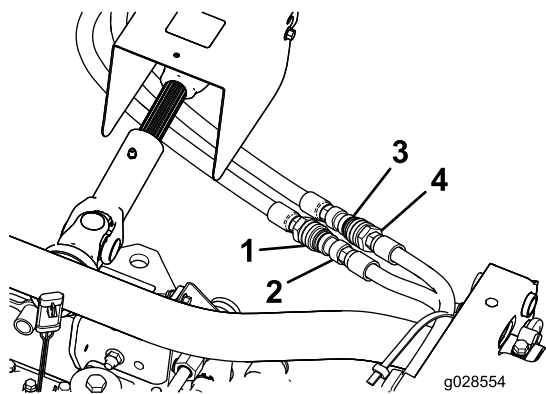

Figura 6
1. Montate l'accoppiatore a innesto rapido maschio sul flessibile (3/8 x 79-1/2 poll.) come illustrato in Figura 6 e serrate l'accoppiatore a una coppia di 37-45 N-m.
- Montate l'accoppiatore a innesto rapido maschio sul flessibile (3/8 x 56-1/2 poll.) come illustrato in Figura 6 e serrate l'accoppiatore a una coppia di 37-45 N-m.